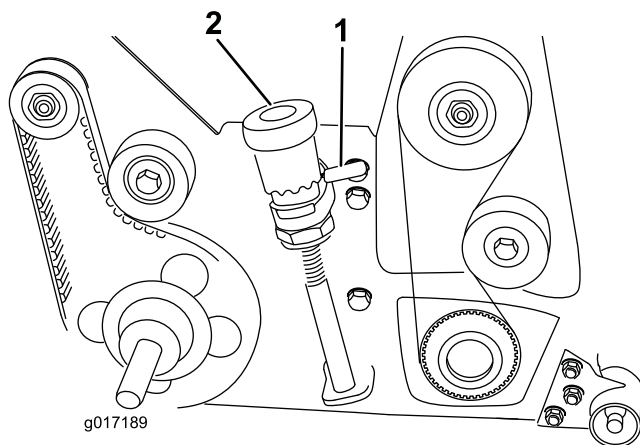
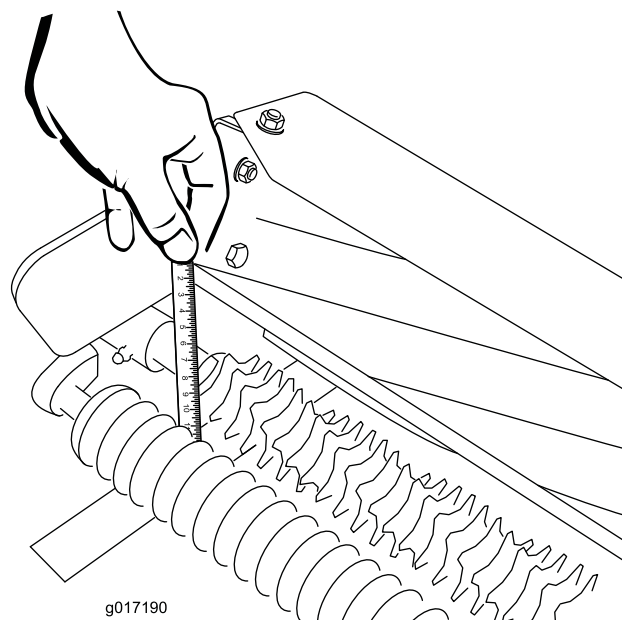

Figura 13
Figura 14
2. Utilizzate le leve di sollevamento rapido (ambo i lati) per abbassare il cilindro grooming in posizione operativa (Figura 13).
3. Da un'estremità dell'albero grooming, misurate la distanza tra la punta inferiore della lama grooming e la superficie di lavoro (Figura 14). Sollevate e girate la manopola di regolazione micro (Figura 13) per sollevare o abbassare la punta della lama. Ogni tacca
Importante: Quando la macchina viene trasportata, sollevate il cilindro grooming nella posizione (alzata) di trasporto. Per sollevare il cilindro grooming, ruotate le leve di sollevamento rapido destra e sinistra in modo che siano rivolte all'indietro (Figura 13). Per abbassare il cilindro grooming, spostate in avanti le leve di sollevamento rapido.